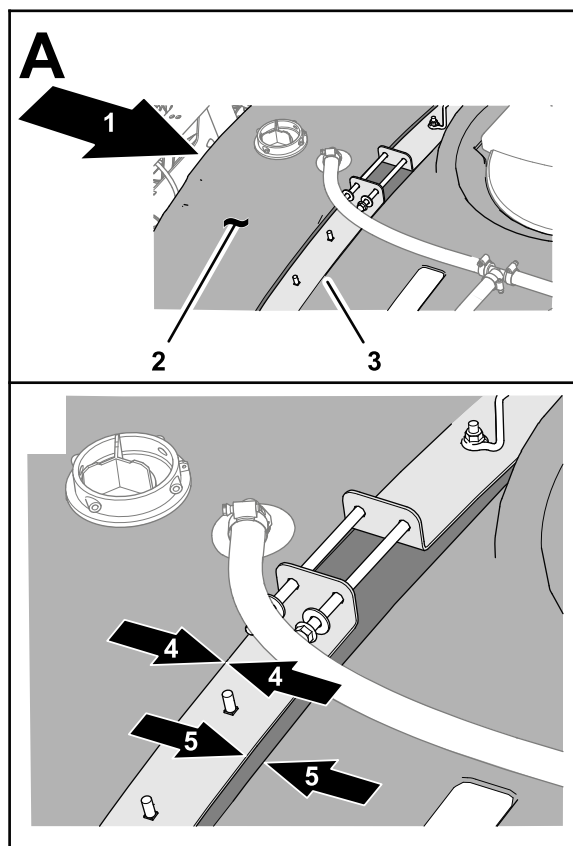

Figura 8
2. Deplasai rezervorul de pulverizare înainte până când chingile sunt aliniate la nivelul umărului celui mai din spate al dispozitivului de detensionare al chingii turnat în rezervor (Figura 8).